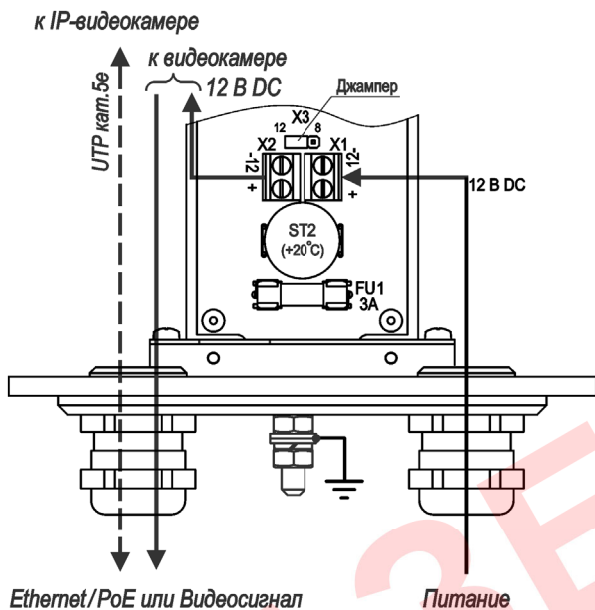

Рисунок 9 – Подключение ТГБ-9-12
*** Предприятием-изготовителем в ТГБ-9-24/12, ТГБ-9-220/12 джампер Х4 (Х7) установлен в положение «25» – мощность обогрева 25 Вт, для изменения мощности на 17 Вт джампер необходимо переставить в положение «17» (см. рисунки 3 и 4), в ТГБ-9-12 джампер Х3 установлен в положение «12» – мощность обогрева 12 Вт, для изменения мощности на 8 Вт джампер необходимо переставить в положение «8» (см. рисунок 9).